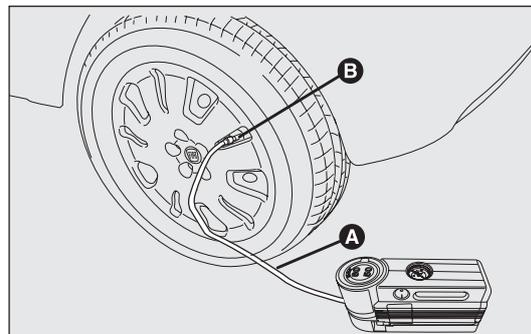

fig. 143
- Azionare il freno a mano. Svitare il cappuccio dalla valvola del pneumatico, estrarre il tubo flessibile di riempimento A-fig. 143 ed avvitare la ghiera B sulla valvola del pneumatico;